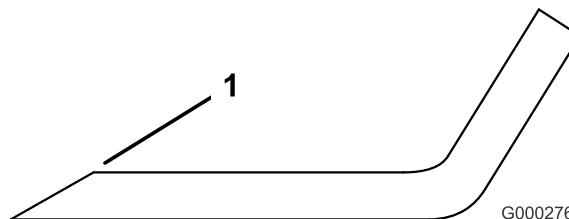

Figure 60
1. Au moyen d'une lime, aiguisez les tranchants aux deux extrémités de la lame (Figure 60) en veillant à conserver l'angle de coupe d'origine. Limez la même quantité de métal sur chacun des deux tranchants pour ne pas déséquilibrer la lame.